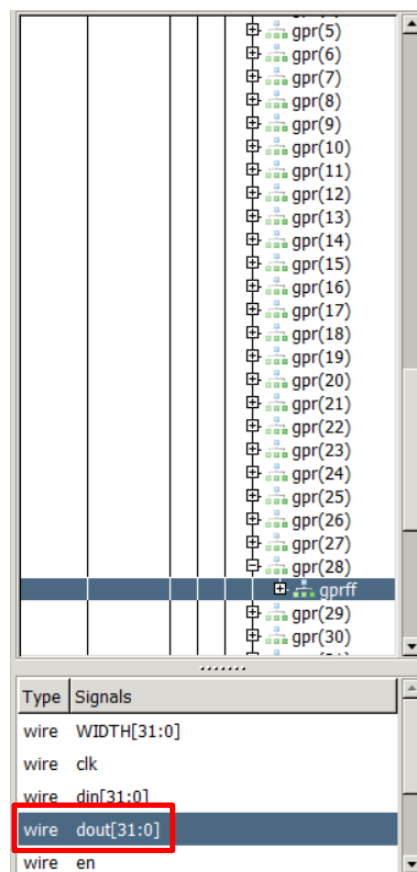

図13 : 信号`dout[31:0]`をグラフに追加する
- レジスタ`t3`（つまりレジスタ番号28、`x28`）の値を保持する信号を追加します。**swerv**の下階層構造を`dec` → `arf` → `gpr_banks(0)` → `gpr(28)`に展開して、モジュール`gprff`（下図に示されているように強調表示されます）をクリックし、信号`dout[31:0]`（これによってレジスタ`x28`の内容が示され、`AL_Operations.S`例で使用する）を選択して、これを黒色のWavesペイン（図13）にドラッグします。